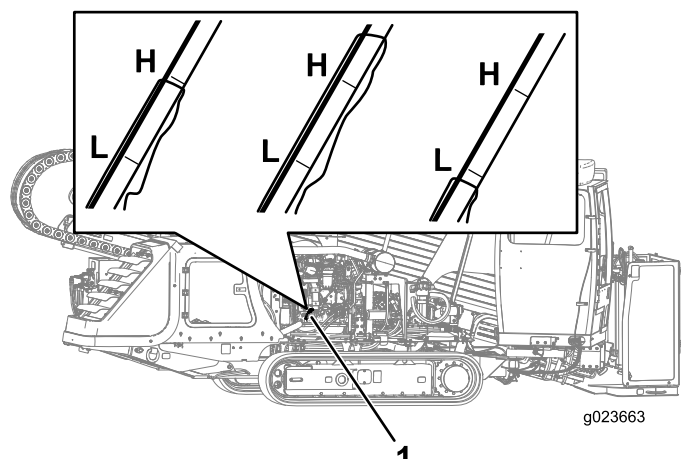

Рисунок 121
3. Извлеките измерительный шуп (Рисунок 121) и тщательно протрите его.